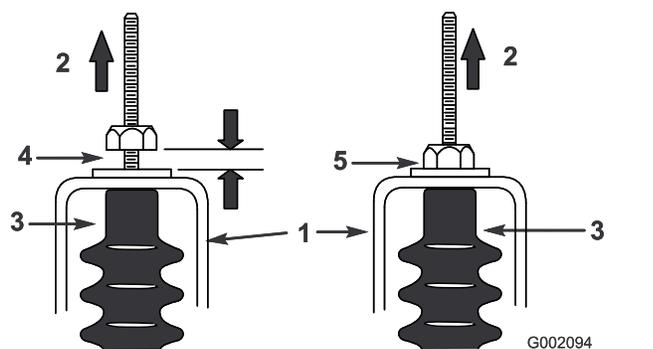

Рисунок 62
5. Потяните вверх каждый трос переключения передач, чтобы убедиться в наличии зазора от 0,76 до 1,52 мм между гайкой/шайбой и кронштейном нейтрали (Рисунок 62).